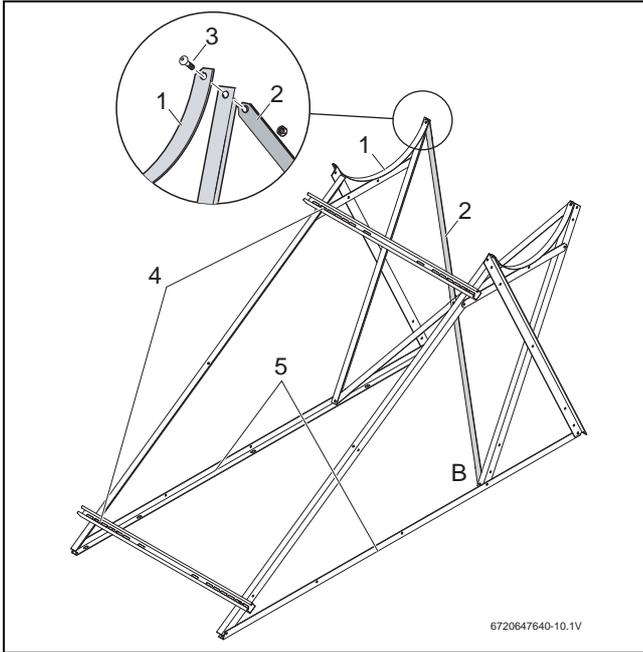

Fig. 15 Aparafusar os perfis em U
- a segunda barra do perfil de suporte traseiro (→ Fig. 15, [2]) é montada de cima atrás à esquerda, para baixo à frente à direita (→ Fig. 15, [B]).
- ▶ Aparafusar os perfis em "U" (→ Fig. 15, [4]), em cima e em baixo, aos perfis de suporte do coletor.
- ▶ Alinhar os perfis de suporte inferiores (→ Fig. 15, [5]) paralelamente uma à outra.